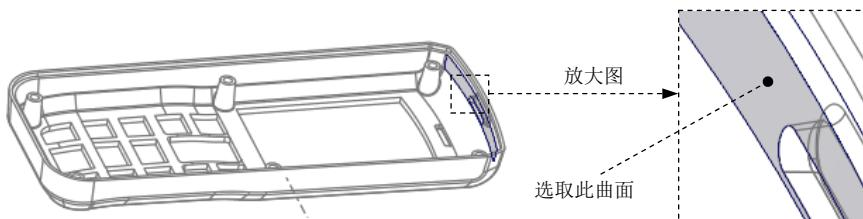

图31.20 选取曲面
Step6. 复制曲面2。选取图31.20所示的曲面为复制对象；单击**模具**功能选项卡**操作**▼区域中的**复制**按钮；单击**模具**功能选项卡**操作**▼区域中的**粘贴**按钮，此时系统弹出**曲面：复制**操控板；在操控板中单击**选项**按钮，在系统弹出的“选项”界面中选中排除曲面并填充孔单选项，在**填充孔/曲面**文本框中单击“选择项”字符，然后按住Ctrl键，选择图31.20所示的曲面以及通孔的边线；单击操控板中的“完成”按钮✓。